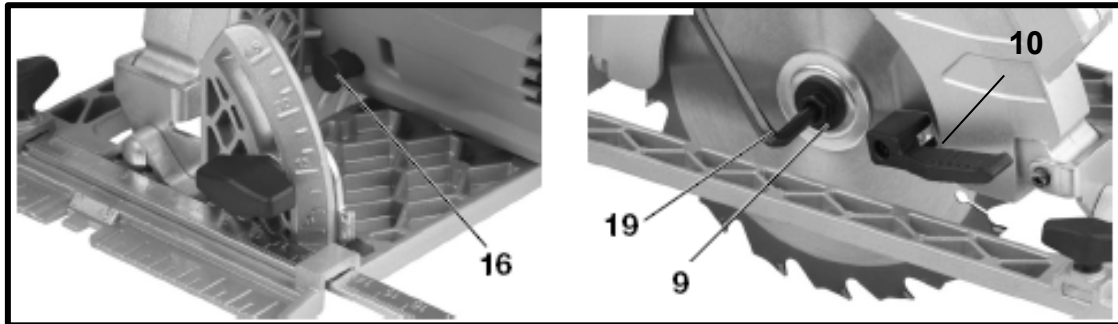

Рис.13
## 6.10. Замена пильного диска (Рис.13).
- Нажмите кнопку блокировки шпинделя (16) Рис.13 и, удерживая ее нажатой, шестигранным ключом (19) отверните монтажный фланец (9) в направлении против часовой стрелки.
- Вытяните нижнее ограждение режущего диска с помощью рычага (10) назад и крепко удерживайте его в этом положении.